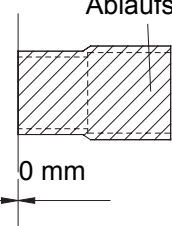

Abb. 29
10. Die nicht benutzte Ablaufstelle sollte ebenfalls gut wärmedämmt werden. (Abb. 29)